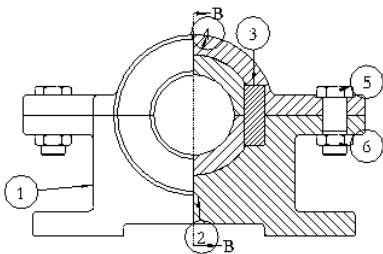

图 7.5.2 显示 BOM 球标
Step2. 在 **▼ BOM VIEW (BOM视图)** 菜单中选择 **By View (根据视图)** 命令, 然后系统提示 **选取要显示bom球标的视图**, 在图形区中选取主视图作为要显示 BOM 球标的视图, 结果如图 7.5.2 所示, 然后选择 **Done (完成)** 命令。